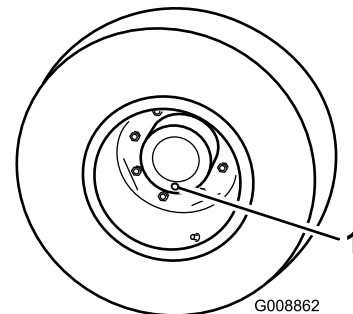

Figura 38
1. Con la máquina en una superficie nivelada, coloque la rueda de manera que el tapón de verificación/drenaje (Figura 38) esté en la posición de las 6.